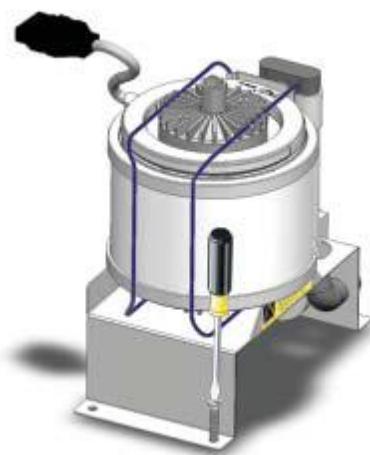

Рис. 17
2. Закрепите увлажнитель выше уровня пола на подставку с помощью метизов, вставляемых в 4 отверстия в подставке (рис. 17).